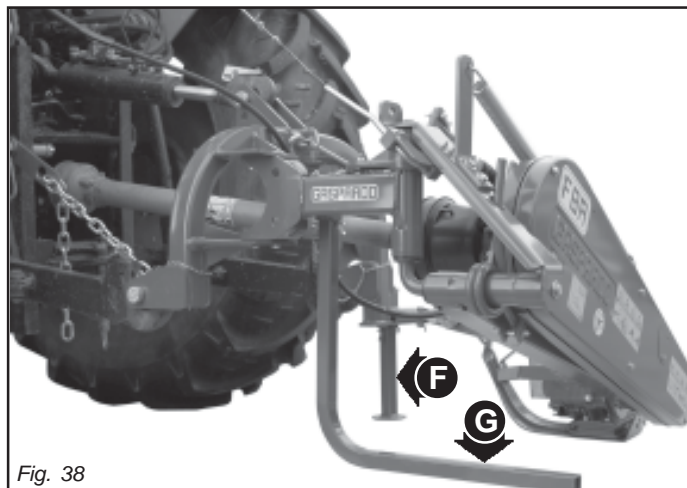

Fig. 38
- **Por último, guardarla en un ambiente seco, en modo estable, y lejos del alcance de personal no autorizado. La segadora debe estar en un terreno plano y compacto sostenida con los relativos pilares de sostén (F-G, Fig. 38).**